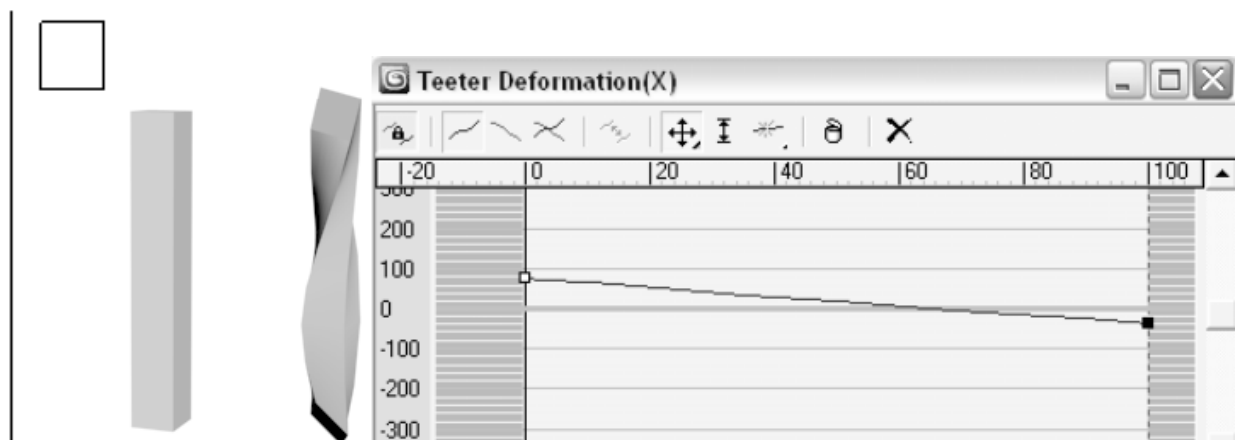

Рис. 7.3.4. Деформация качки (Teeter)
**Деформация качки (Teeter)** вызывает поворот формы-сечения относительно осей, перпендикулярных линии пути, либо наклоняя сечение вперед или назад, либо поворачивая его вперед левым или правым боком (рис.7.3.4).